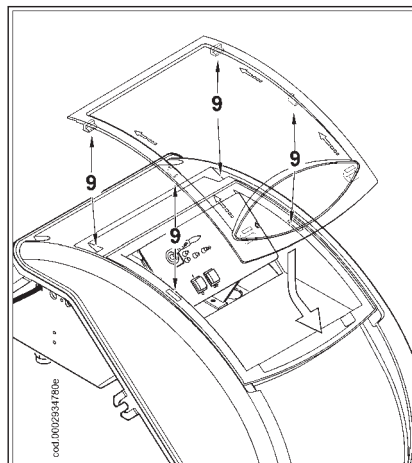

Figura 5
- 5) Para una correcta redistribución de la portezuela transparente en el cuadro proceder como se indica en la figura 5: colocar los ganchos en correspondencia de sus respectivos alojamientos(9), desplazar la portezuela en la dirección indicada por la flecha hasta escuchar un ligero chasquido. Al llegar a este punto queda garantizada una estanqueidad adecuada.